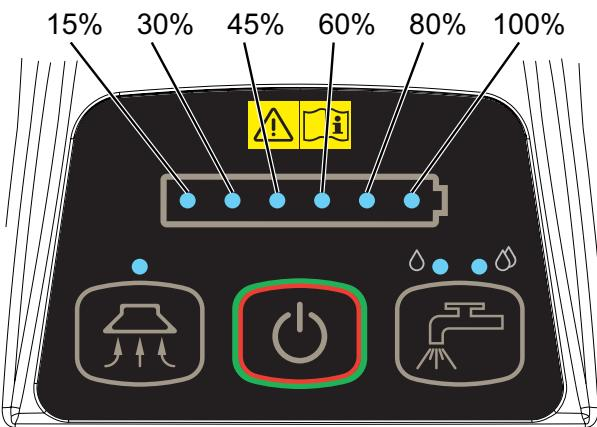

Abbildung 5
Der Ladezustand der Batterie ist über die LEDs des Batteriesymbols (5) erkennbar. Der Ladezustand der Batterie ist an der Anzahl der leuchtenden LEDs zu erkennen, wie Abbildung 5 zeigt. Blinkt die erste LED links (15 %) beträgt die verbleibende Betriebsdauer des Geräts nur noch wenige Minuten (je nach Beschaffenheit der auszuführenden Arbeit).